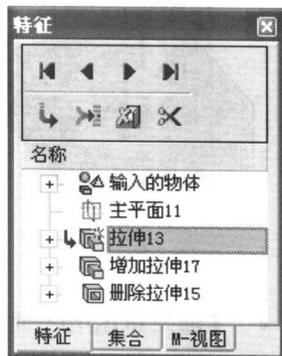

图 1-7 【特征树】窗口（【特征】选项卡）
• **【跳到】**：该选项与菜单栏中的**【编辑】/【重放】**命令的功能一样，可以将已有的特征重新进行播放。例如，在特征显示区域中选择**【拉伸 13】**特征，然后在其右键菜单中选择**【跳到】**选项，则**【特征树】**窗口变为如图 1-7 所示，下面只要单击相应的按钮就可以播放特征了。